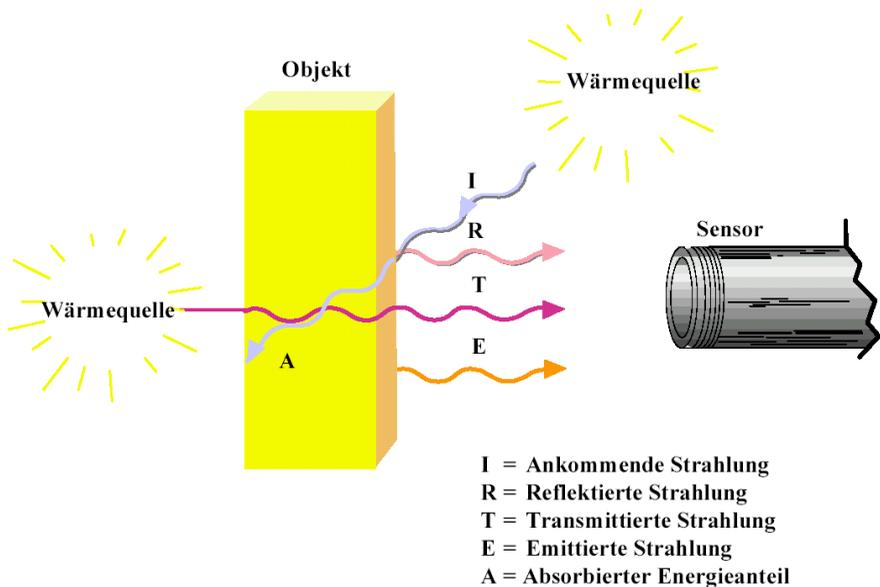

Abb. 4 Sensor empfängt neben der vom Messobjekt emittierten Strahlung auch Strahlungsreflexionen und Strahlung, welche das Messobjekt durchgelassen hat.
aber weniger Strahlung bei gleicher Temperatur. Das Verhältnis aus dem realen Abstrahlwert und dem des Schwarzen Strahlers wird Emissionsgrad ϵ (Epsilon) genannt und kann maximal 1 (Körper entspricht dem idealen Schwarzen Strahler) und minimal 0 betragen. Körper, deren Emissionsgrad kleiner 1 ist, werden graue Strahler genannt. Körper, deren Emissionsgrad zusätzlich Temperatur- und Wellenlängenabhängig ist, nennt man nichtgraue Strahler. Weiterhin gilt, dass sich die Summe der Abstrahlung aus Absorption (A), Reflexion (R) und Transmission (T) zusammensetzt und gleich Eins ist. (siehe Gleichung 1 und Abb. 4)